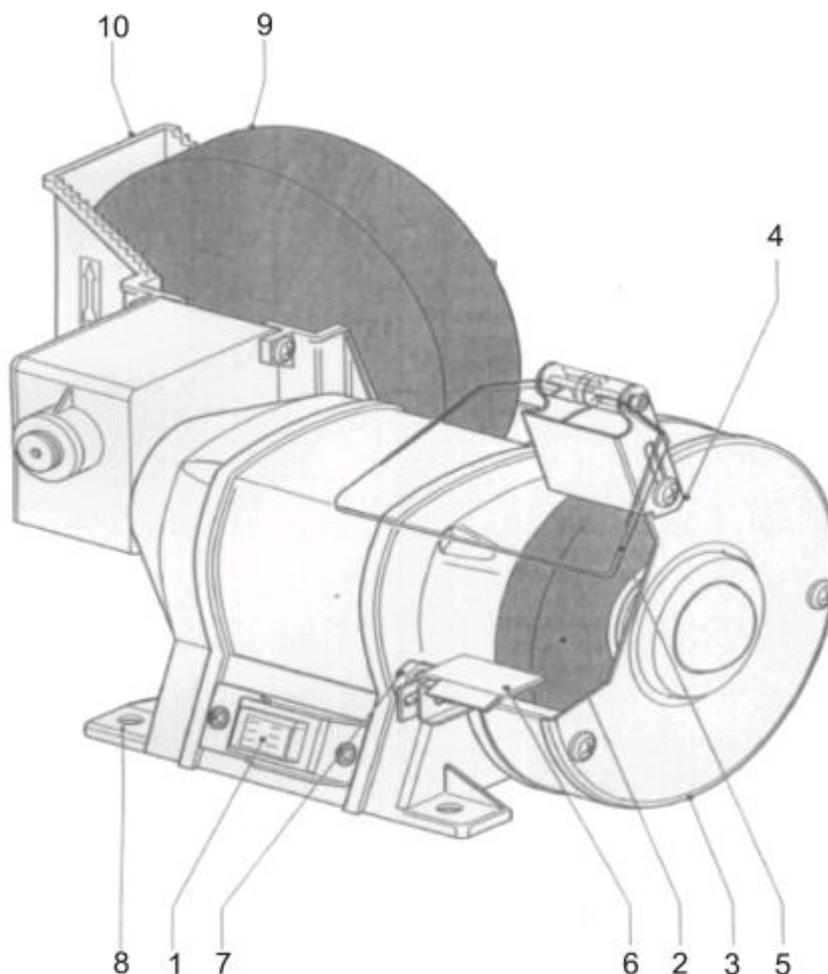

Рис.1
- ✓ Снимите защитный кожух шлифовального круга (3) (Рис.1)
- ✓ Отпустите гайку (11)
- ✓ Снимите наружный фланец (12), а затем старый точильный круг.
- ✓ Очистите фланцы (12) и (13)
- ✓ Установите наружный фланец (12) и надежно затяните гайку (11)